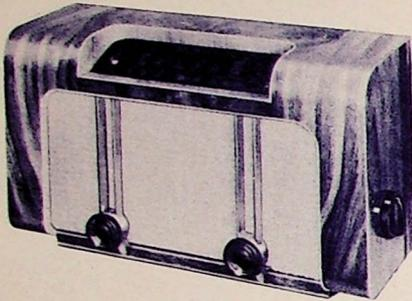

Bild 6. Blaupunkt-Super F 266
**Bild 6.** Wie dieses Bild zeigt, ist es gelungen, den starren mechanischen Rillenvorschub durch ein feinnerviges elektrisches Steuergerät zu ersetzen. Der Rillenabstand ändert sich mit der Lautstärke. Die Schneidapparatur muß den Raumbedarf für die zu schneidende Rille vorausberechnen und jedem Punkt der vorher geschnittenen Kurve mit deren Auslenkungen auf tausendstel Millimeter genau anschniegen. Wie dieser Plattenausschnitt zeigt, berücksichtigt die Apparatur auch die kleinsten Lautstärkeänderungen. Für den Paukenschlag in Rille 12 von links wurde rechtzeitig Raum geschaffen